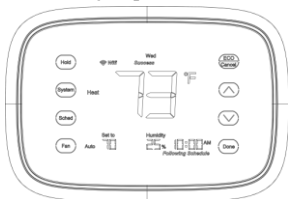
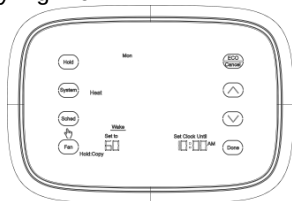

Fig.39
Fig.40
1. Oprima **Sched** y la pantalla cambiará. Ver Fig. 39 y Fig. 40.